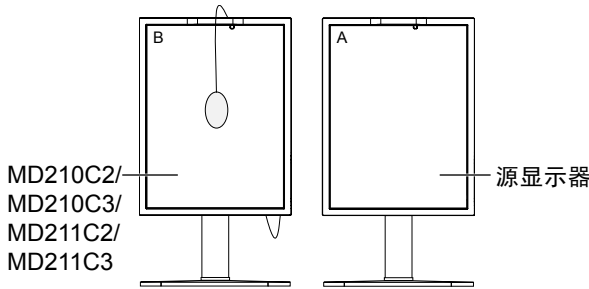

图 C.2
- 当您希望确认显示器 B 的白点时，从源显示器 A 上取下 USB 色彩传感器并将其置于显示器 B 的中心 (图 C.2)。要跳过显示器 B 的白点确认，请按“SELECT (选择)”键到步骤 9 进行 FINE TUNING (细调)。